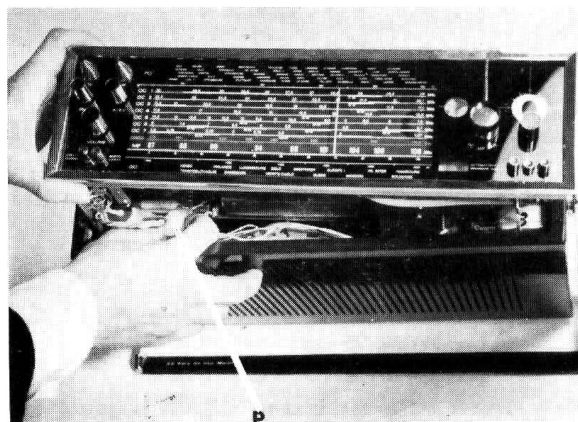

Fig. 4
- Maintenir de la main gauche le châssis soulevé (fig. 4) et de la main droite déconnecter la prise (P) de raccordement des haut-parleurs et de l'alimentation.